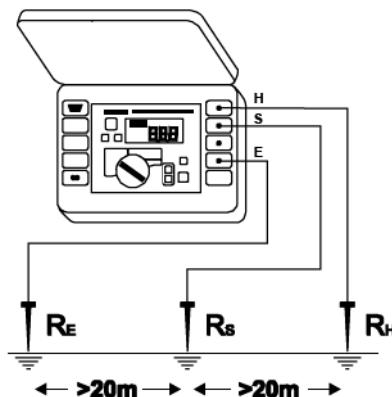

Рис. 8. Трехполюсная схема для измерения сопротивления заземления
- Соединить заземлитель с измерительным гнездом **4** измерителя, обозначенным как „**E**“ (Рис.8);